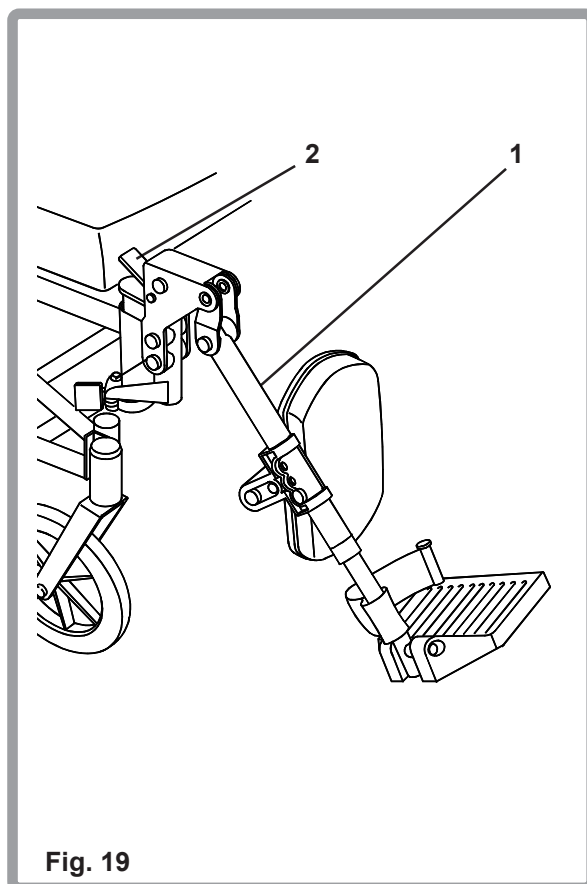

Fig. 19
Para instalar o extraer los apoyapiernas articulados, consulte las instrucciones para los apoyapiernas giratorios. Para levantar el apoyapiernas (1), levántelo hasta la posición deseada y quedará bloqueado en posición automáticamente. Para bajar el apoyapiernas estando sentado en la silla de ruedas, empuje la palanca de liberación (2) hacia adelante y baje el apoyapiernas hasta la posición deseada. Suelte la palanca y el apoyapiernas quedará bloqueado en posición (Fig. 19).